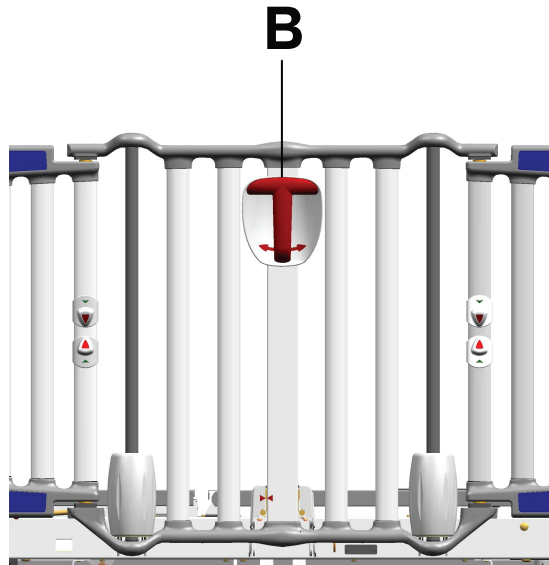

图 6 – 侧护栏激活手柄
1. 抓住侧护栏激活手柄 (B)，按下激活触发机构，然后向左或向右转动手柄 (图 6)。